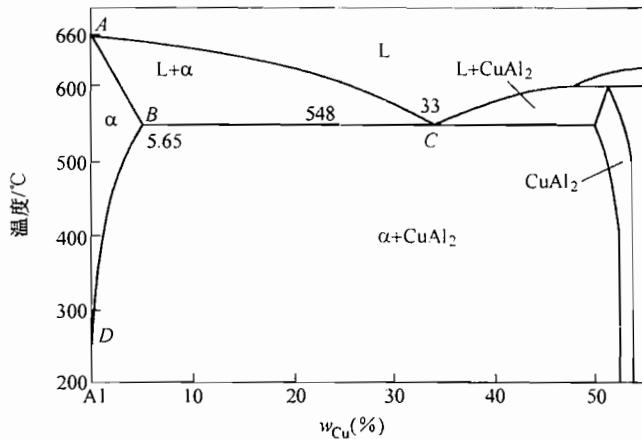

图 20-1 第三题第 4 小题图
2. 拉伸铜单晶体时, 若力轴的方向为 $[001]$, $\sigma = 10^6 \text{ Pa}$, 求 (111) 面上柏氏矢量 $b = a/2 [1\bar{0}1]$ 的螺型位错线上所受的力 ($a_{\text{Cu}} = 0.36 \text{ nm}$)。
4. Al-Cu 合金相图如图 20-1 所示, 设分配系数 k 和液相线斜率均为常数, 测得铸铁的凝固速度 $R = 3 \times 10^{-4} \text{ cm/s}$, 温度梯度 $G = 30^\circ\text{C/cm}$, 求扩散系数 $D = 3 \times 10^{-5} \text{ cm}^2/\text{s}$ 时, 合金凝固时能保持平面界面的最大含铜量。